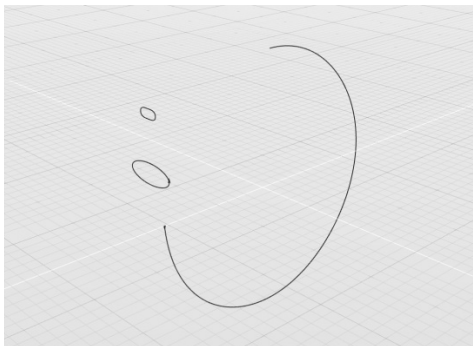

图 4-76 打开练习文件
1) 打开素材文件夹“练习 (4.3.7)”中的 Evolve 文件，该文件中包含 3 条曲线，如图 4-76 所示。